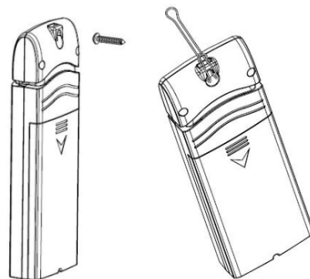

Abbildung 3
- Verwenden Sie eine Schraube oder einen Nagel, um den Sensor an der Wand zu befestigen, wie auf der linken Seite von Abbildung 3 dargestellt, oder
- hängen Sie den Sensor mit einer Schnur auf, wie in Abbildung 3 rechts dargestellt.